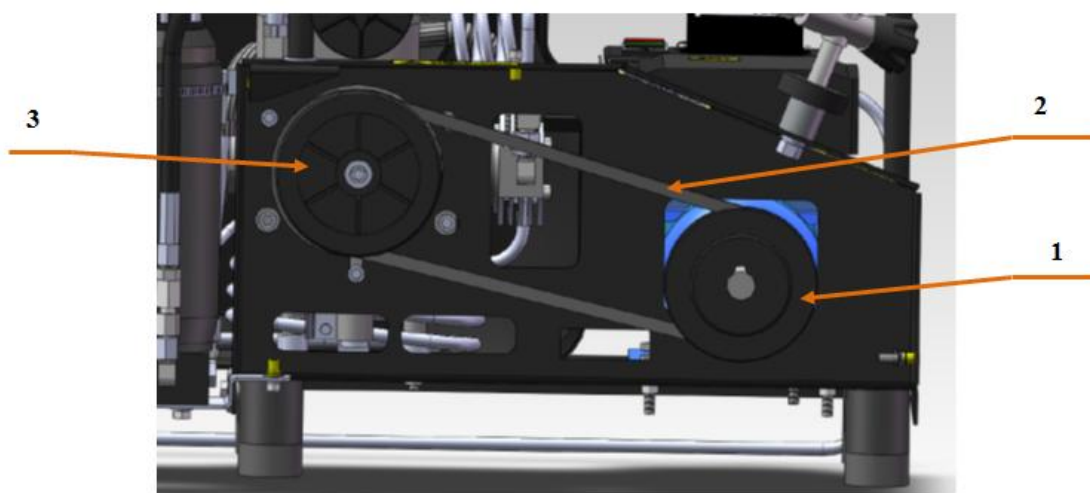

Рисунок 3 - Привод компрессора
3.2.3 Привод компрессорного блока предназначен для передачи крутящего момента от приводного двигателя на коленчатый вал кривошипно-шатунного механизма компрессорного блока и состоит из приводного двигателя 5 (рисунок 1), клинового ремня 2 (рисунок 3), шкива компрессорного блока 3 и шкива приводного двигателя 1. Привод закрыт защитным кожухом 11 (рисунок 1) из штампованной стали.